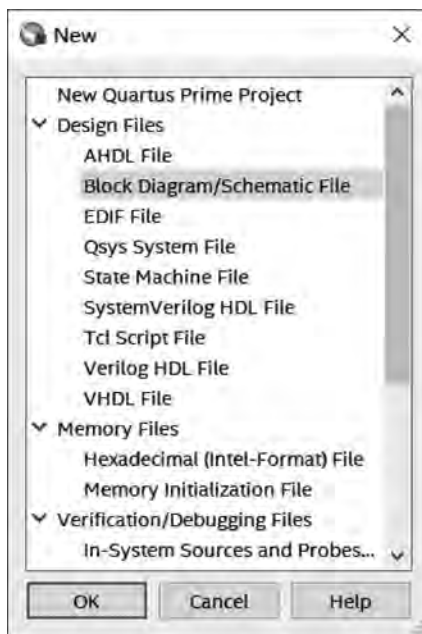

图 3.9 新建文件对话框
(1) 建立工程后选择 File→New 命令为工程建立设计文件,弹出如图 3.9 所示的窗口。该窗口选项可为当前工程设计包含 4 类文件: Design Files(设计文件)、Memory Files(内存文件)、Verification/Debugging Files(校验/调试文件)、Other Files(其他文件)。本设计采用图形方式进行设计,选择 Design Files→Block Diagram/Schematic File 命令建立图形设计文件。